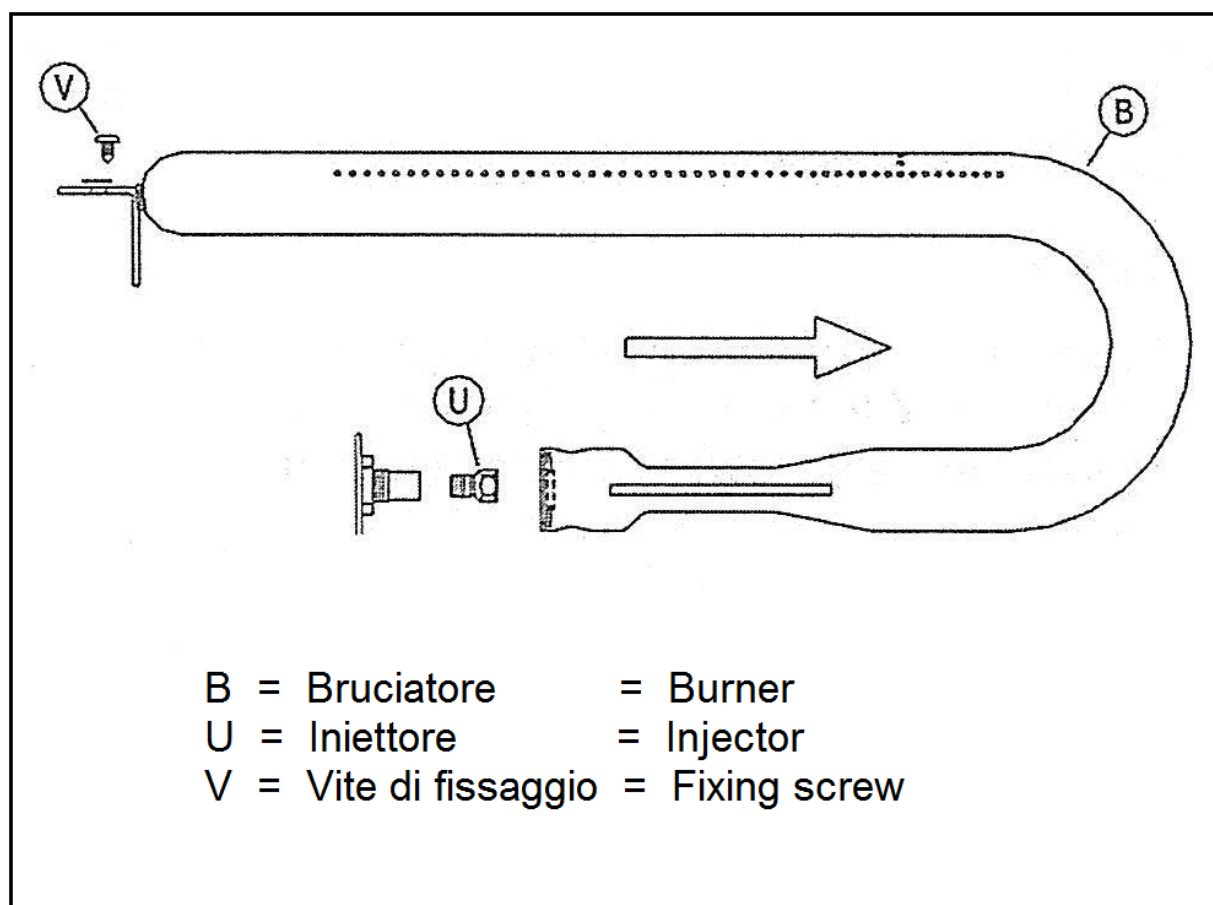

Fig.5 - Abb.5
- Die Befestigungsschrauben **V** (Abb.5) des Brenners am Rahmen ausschrauben.